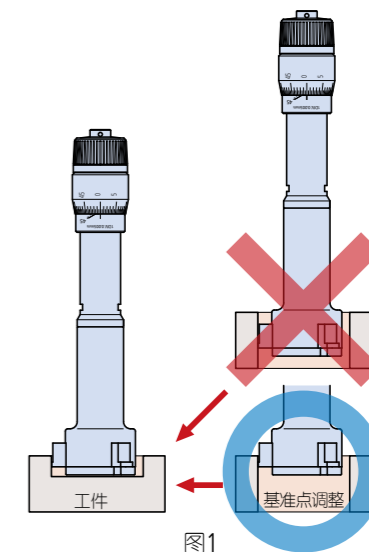

图1
4. 使用测量爪的末端进行测量时，也在相同位置(末端)进行基准点对准。(图1)